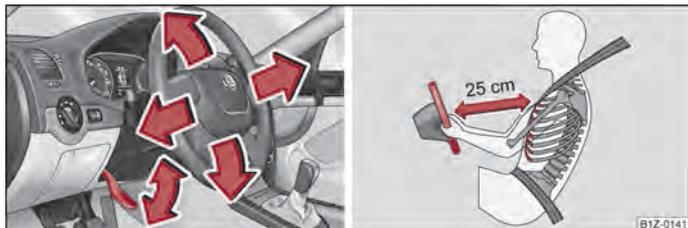

Fig. 98 Volante ajustável: Alavanca situada sob o volante / Distância segura relativamente ao volante
- Desloque para baixo a alavanca situada sob o volante ⇒ Fig. 98 - à esquerda ⇒ ⚠.
- O condutor deve manter uma distância mínima de 25 cm em relação ao volante ⇒ Fig. 98 - à direita. Se não manter a distância mínima, o sistema de airbag não o pode proteger - perigo de vida!